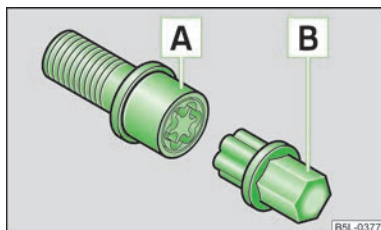

Fig. 133
- Introduceți adaptorul **B** » fig. 133 cu partea zimțată până la limită pe dantura interioară a șurubului antifurt **A**, astfel încât să se mai vadă doar partea sa hexagonală.